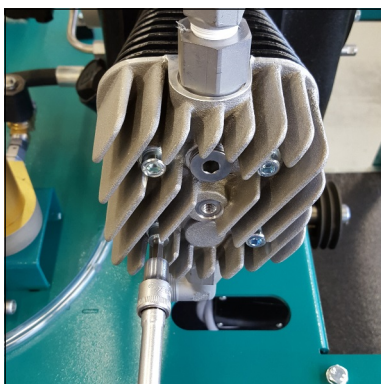

Abb. 1 - Ventilkopfschrauben lösen
- Ventilkopfschrauben lösen (Abb. 1)